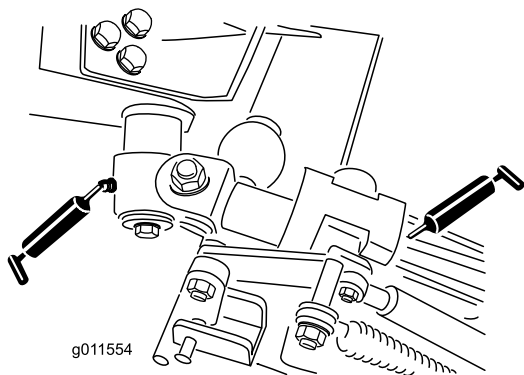

Figura 43
- Casquilhos da articulação da alavanca (2) (Figura 43)
- Casquilhos do braço traseiro (4) (Figura 43)